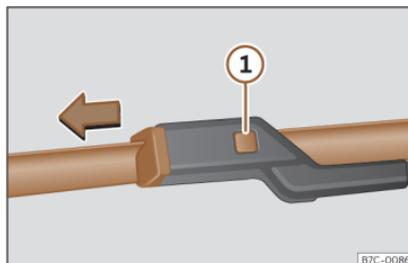

Fig. 38 Sostituzione delle spazzole dei tergicristalli.
- Mantenere premuto il tasto di sblocco » fig. 38 ❶ tirando leggermente la spazzola nel senso della freccia.